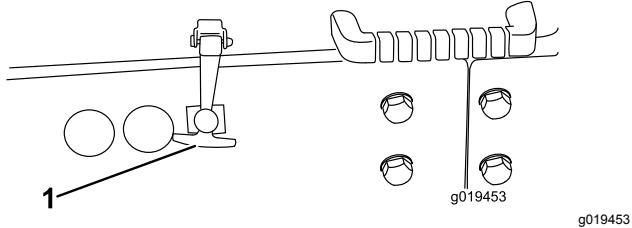

Bild 48
2. Lösen Sie den Motorhaubenriegel und öffnen Sie die Motorhaube (**Bild 48**).